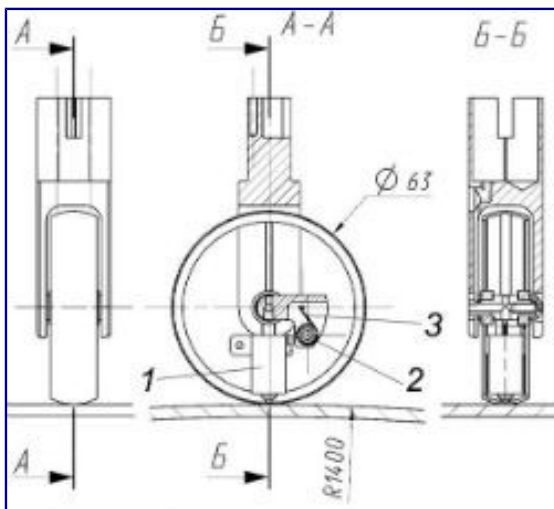

Рис. 1
- Вилка колеса, установленная в корпус электронного блока прибора, с возможностью небольшого возвратно-поступательного движения (в пределах 10мм), подпружинена для создания прижима обода колеса к поверхности объекта контроля. (Рис.1)